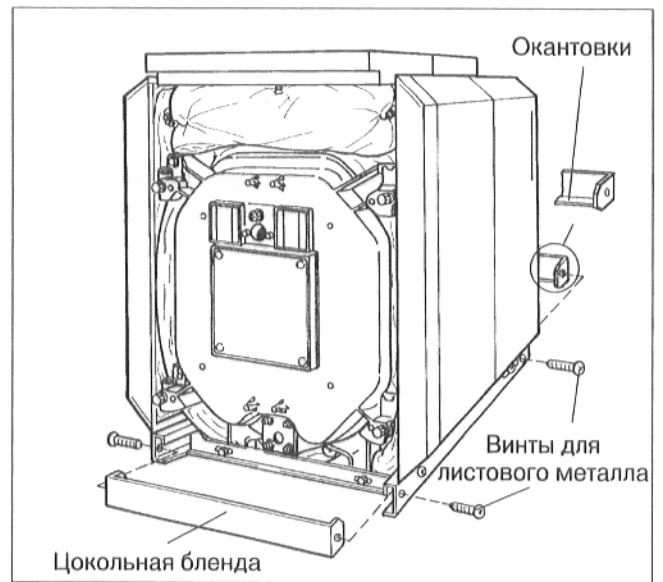

Рис. 44
- Вставить поперечные цокольные бленды, спереди и сзади, в продольные цокольные бленды. Окантовка у поперечной жести должна находиться внизу и показывать в направлении котла (рис. 44).